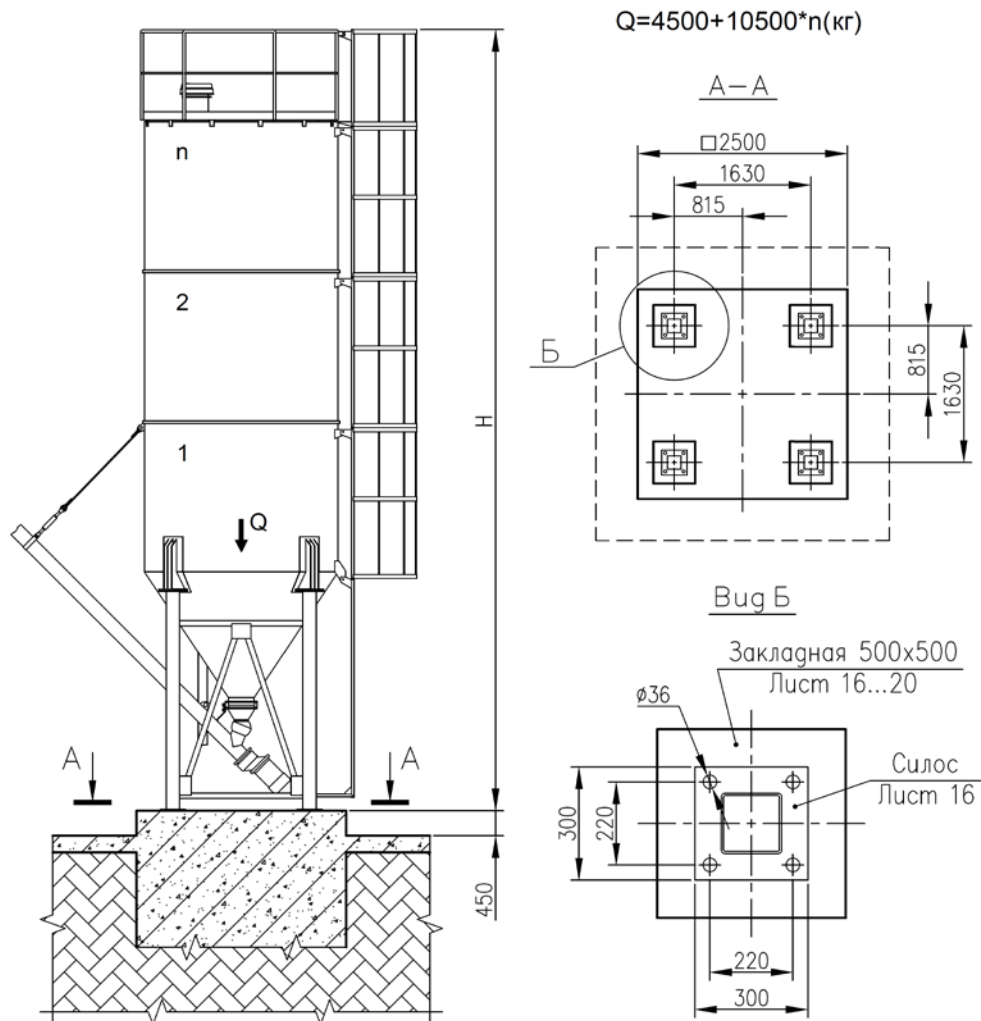

Рис.7. План фундамента
- 4.1 Силос цемента монтируется на бетонном фундаменте. Размеры и координаты фундамента и закладных элементов выполнить в соответствии с планом фундамента (рис.7).